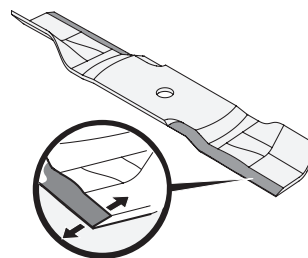

Fig. 47
- Para afilar las cuchillas de corte de forma adecuada, extraiga cantidades iguales de metal de ambos extremos de las cuchillas a lo largo de los bordes cortantes, de forma paralela al borde de caída, a un ángulo de 25° a 30°. Afile siempre cada borde de las cuchillas de corte de forma pareja para mantener un centrado adecuado entre las mismas (Fig. 47).